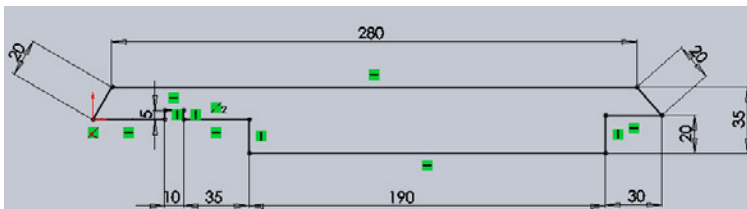

Figura 10.1 – Esboço do Chassi lateral
1.2 Crie um esboço no plano direito e dimensione-o conforme a Figura 10.1.